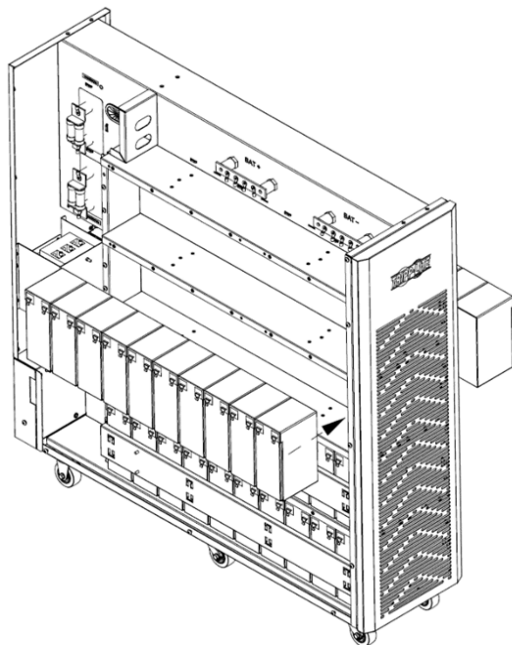

Figure 5-10A
11. Installer les 10 modules de batteries dans la couche suivante (L3-A, ensemble positif du groupe 3). S'assurer de garder les côtés des bornes de toutes les batteries vers le haut (Figure 5-10A).